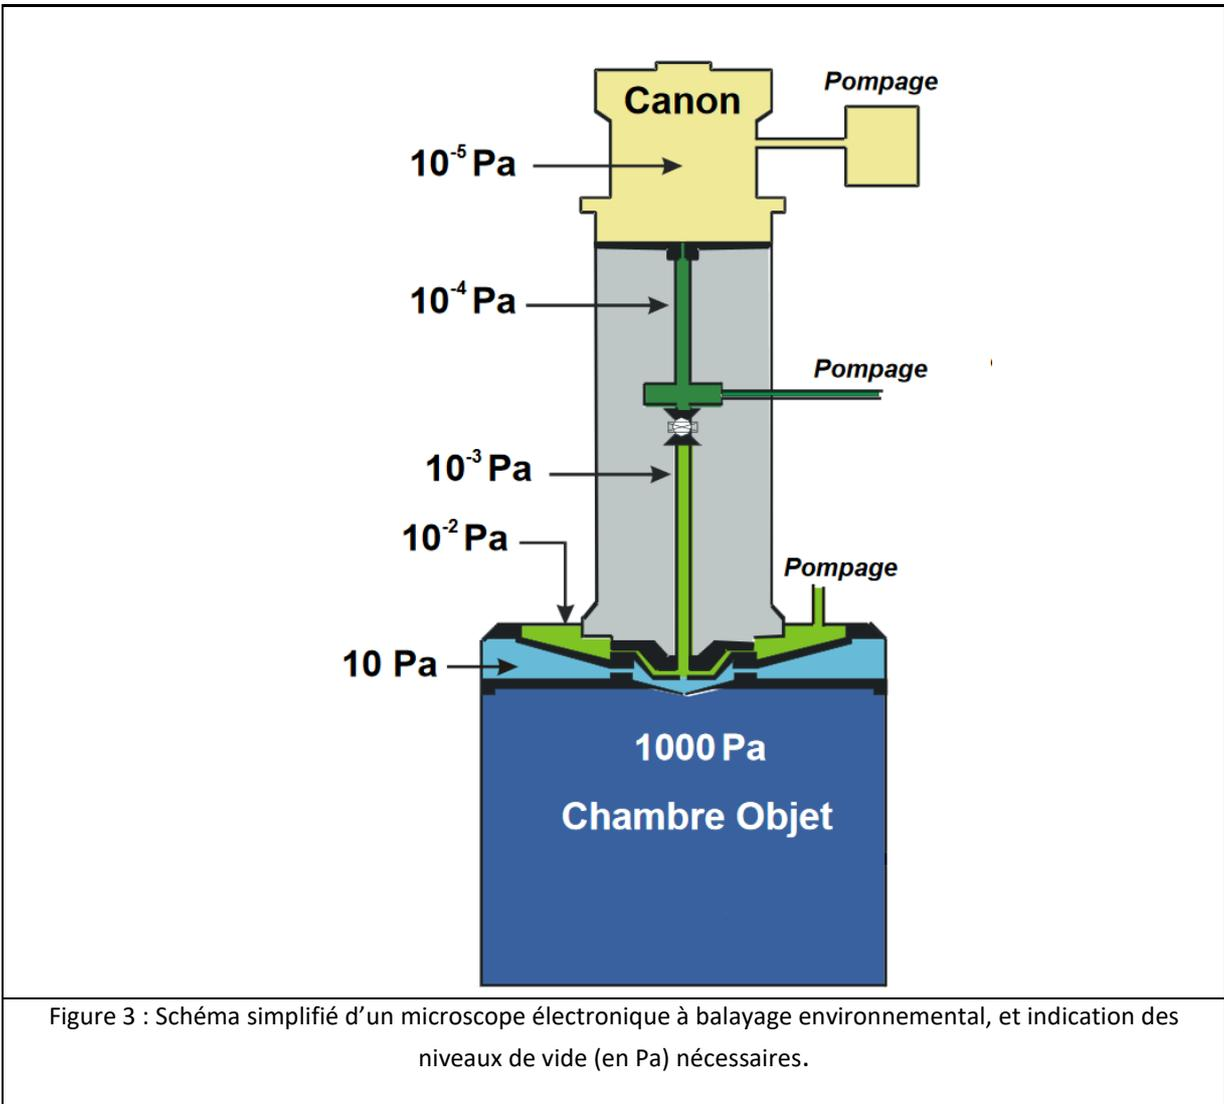

Figure 3 : Schéma simplifié d'un microscope électronique à balayage environnemental, et indication des niveaux de vide (en Pa) nécessaires.
11. Indiquer sur le schéma de la figure 3, à chaque étage de pompage, la pompe la plus adaptée parmi les pompes suivantes ; pompe turbomoléculaire, pompe à palette, pompe à diffusion d'huile, pompe ionique, pompe volumétrique.